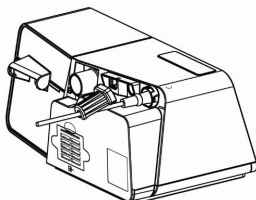

图 3-6
- (1) 按照 3.2.3 连接电源线。
- (2) 将主机锁扣的窄端卡在电源适配器的线上，如图 3-6 所示。